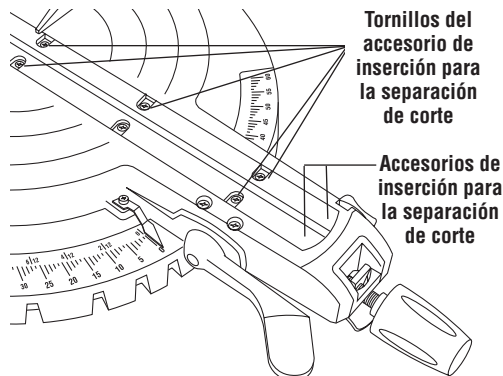

Figura 12. Accesorio de inserción para la separación de corte
2. Afloje los seis (6) tornillos del accesorio de inserción con la herramienta universal o llave universal en "L" (Figura 12).